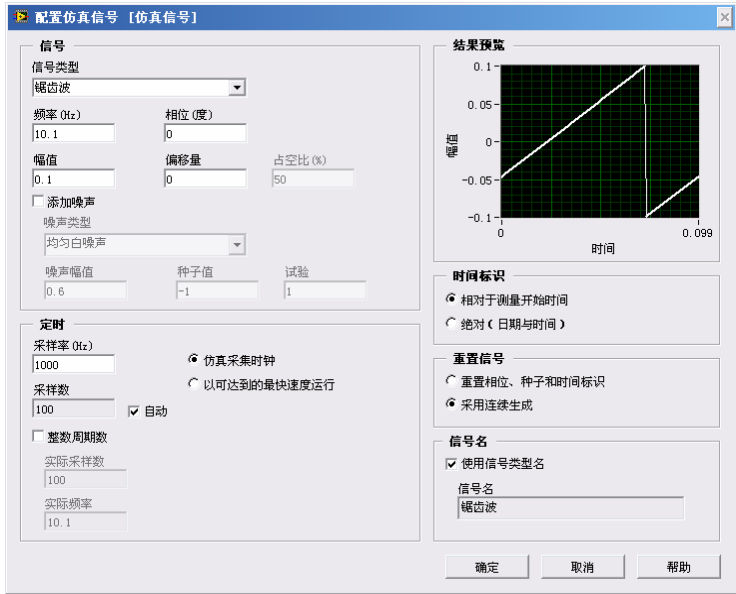

图 6-15 “配置仿真信号”对话框
- 仿真信号波型配置。双击“仿真信号”图标, 系统弹出“配置仿真信号”对话框, 如图 6-15 所示。从“信号类型”下拉菜单中选择锯齿波。单击“确定”按钮, 结果预览框中的正弦波变为锯齿波。
- 配置仿真信号幅值。配置仿真信号幅值有两个方法：一是与仿真信号波型配置一样在“配置仿真信号”对话框中进行, 输入适当信号幅值, 如图 6-15 所示；二是在仿